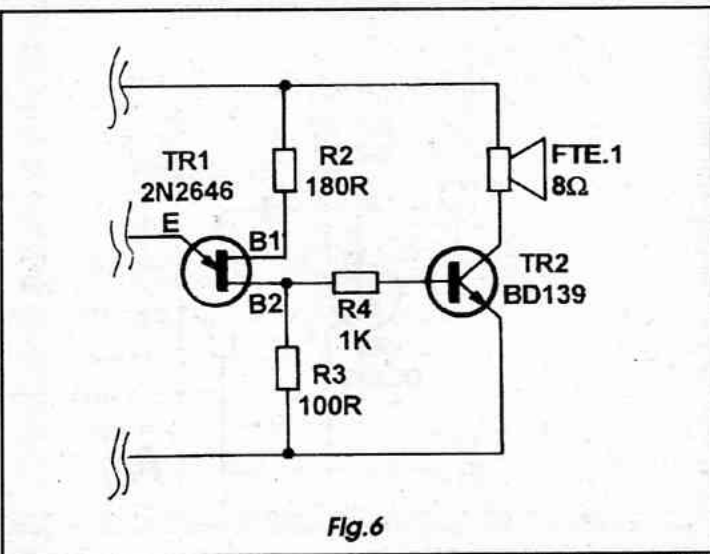

Fig.6
- FIG. 6 - Não é muito difícil se levantar a intensidade (naturalmente baixa) do som gerado por um arranjo oscilador do tipo descrito na figura anterior. Basta dotá-lo de um reforçador simples, conforme mostra o diagrama: no caso, o alto-falante tem sua posição original ocupada por um resistor (R3) de 100R, com o sinal gerado sendo puxado através de um resistor (R4) de 1K - tipicamente - que aciona a base de um transistor extra (TR2). Este pode ser para média potência e, dependendo da tensão de alimentação (a partir de 9V, tipicamente...) deve ser dotado de um pequeno dissipador de calor... Sob 12V, por exemplo, a sonoridade se mostrará bastante forte...
nada impede que um bloco reforçador (como mostrado na FIG. 6) seja acoplado ao conjunto, se houver a necessidade de um som mais forte na saída final...